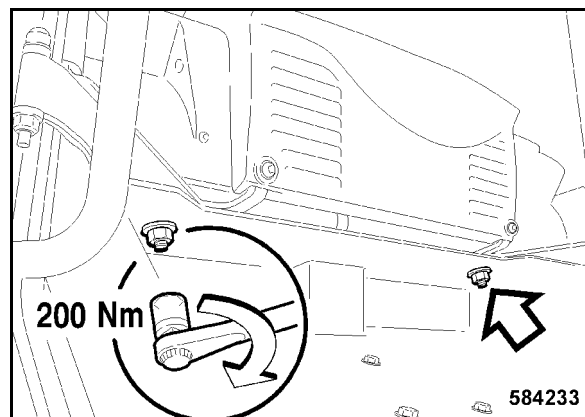

fig. 181
- Visser un écrou muni d'une rondelle sur les deux goujons filetés et les serrer à un couple de 200 Nm (fig. 181).